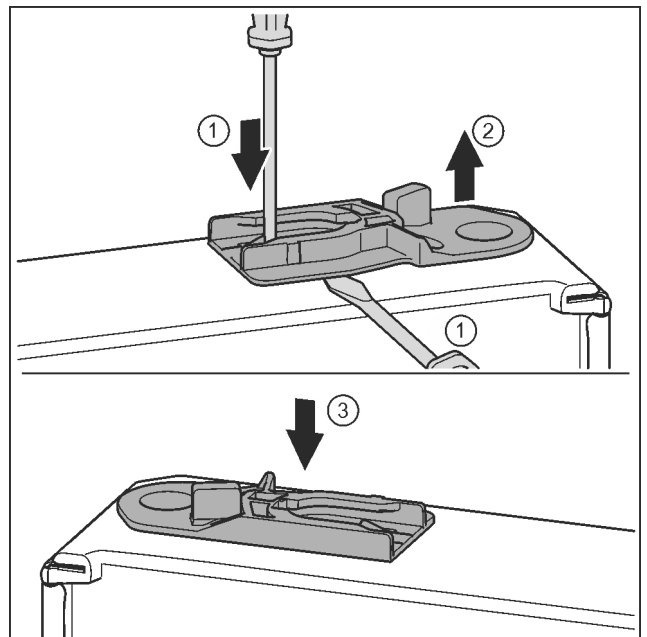

Fig. 37
- ▶ Vytiahnite vodiace puzdro: Plochým skrutkovačom zatlačte strmeň a súčasne plochý skrutkovač zasuňte pod vodiace puzdro. Fig. 37 (1, 2)
- ▶ Vodiace puzdro, ktoré je súčasťou dodávky, zasuňte na druhej strane telesa. Fig. 37 (3)